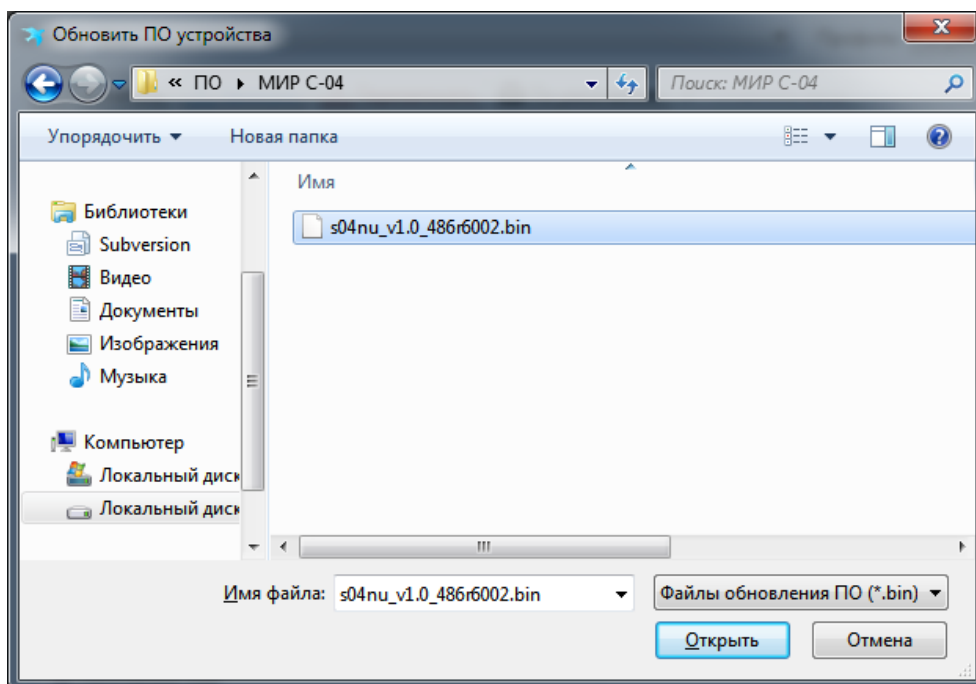

Рисунок 9.43 – Обновление программного обеспечения
9.5.20.2 Для обновления программного обеспечения необходимо в главном меню программы КОНФИГУРАТОР выбрать пункт *Сервис* и далее пункт *Обновить*, а затем выбрать объект обновления: устройство (счетчик) или его модули (модуль ZigBee, модуль PLC или модуль RF). В открывшемся окне выбрать файл обновления ПО и нажать кнопку *Открыть* (рисунок 9.43).